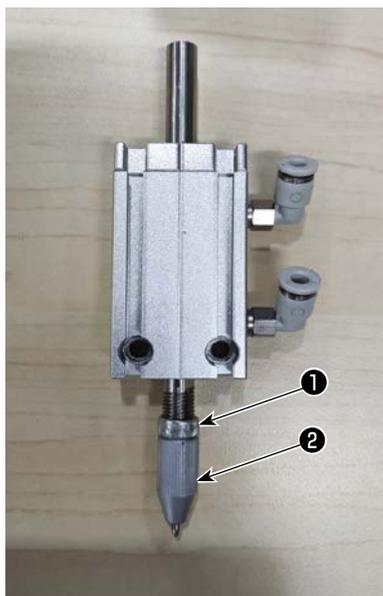
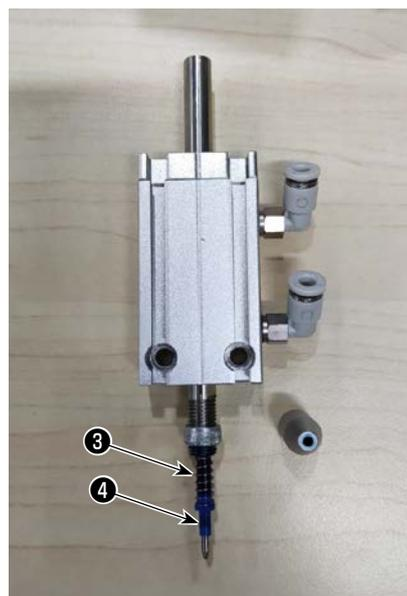

図 1
図 2
ペン刺しセット (図 1) のソケット②を手で取り出し、微調整ナット①を取り出し (図 2)、最後にばね③とペン④を一緒に取り出します。
ばね③を新しいペン⑤にセットし (図 3)、ソケット②をペン刺しセットにねじ込み、マシンに取り付けます。ペンと紙が接触できない場合は図 1 の微調整ナット①とソケット②を調整し、接触させてもかまいません。